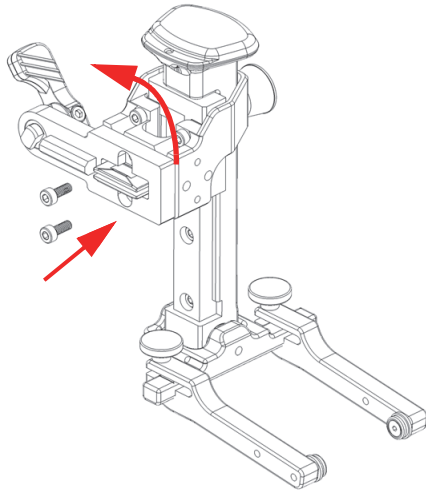

图 2-21 翻转弹簧加载臂的支架
2. 将弹簧加载臂的支架旋转180度（参见第51页的图 2-21）。
3. 重新放回两个螺钉（参见第51页的图 2-21）。